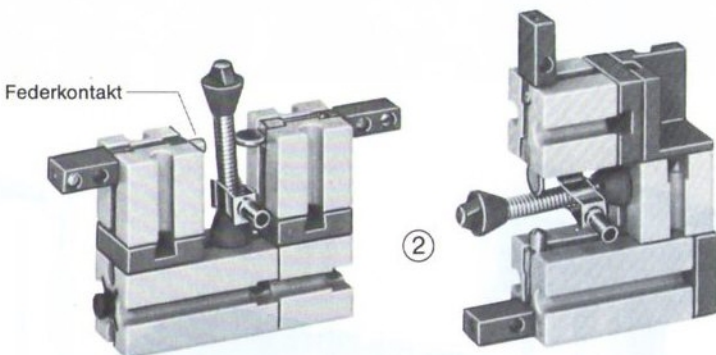

Bild 2–21 zeigt zwei Bauformen eines »Wechslers«: Es sind die schon erprobten Austaster 2–18, erweitert um einen *Federkontakt* als Schließergegenstück.
Bild 3–14 zeigt den gleichen Schaltplan wie Bild 2–14 – aber in viel einfacherer Form: So ist z. B. das Leuchtsymbolsymbol weggelassen – wir wissen ja längst, wie er verdrahtet werden muß. Auch die Hin- und Rückleitungen werden nicht mehr farbig eingetragen, sondern nur noch schwarz durchgezogen. Die großen schwarzen Punkte bedeuten ganz allgemein, daß die zugehörigen Bauteile elektrisch leitend miteinander verbunden sind. Wie das im einzelnen geschieht und an welcher Stelle – das bleibt von jetzt an jedem selbst überlassen.
- Beide Federfußtaster werden am Tasterhalter nach Bild 2- und 3-31 montiert. Als Schaltnocken dient die Kunststoffachse-30 im Bild 5-31.